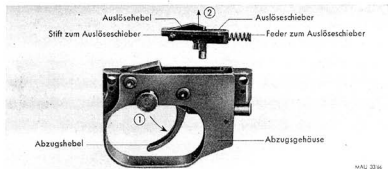

Abb. 66: MG 81; Herausnehmen des Auslöseschiebers
6. Zerlegen und Zusammensetzen des Abzugs (Abb. 66—72).
- ① Durch Betätigen des Abzugshebels wird der Auslöseschieber frei — **Achtung, Feder entspannt sich** — und
- ② aus dem Abzugsgehäuse herausgenommen (Abb. 66). Die Feder zum Aus-löseschieber aus ihrer Bohrung nehmen. Den Stift zum Auslöseschieber heraus-drücken, sodann Auslösehebel, Feder zum Auslösehebel und Bolzen zum Aus-lösehebel herausnehmen.